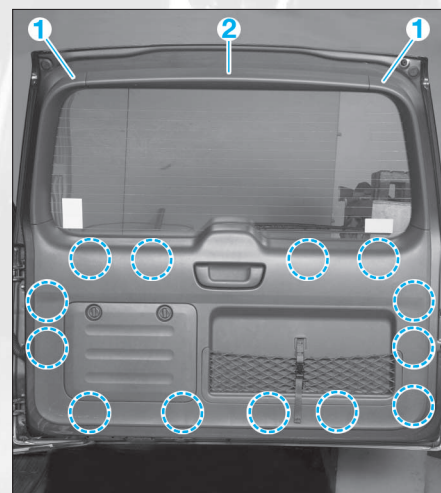

FIG. 66
- Décliper fermement les garnitures (1) et (2) (Fig.66).